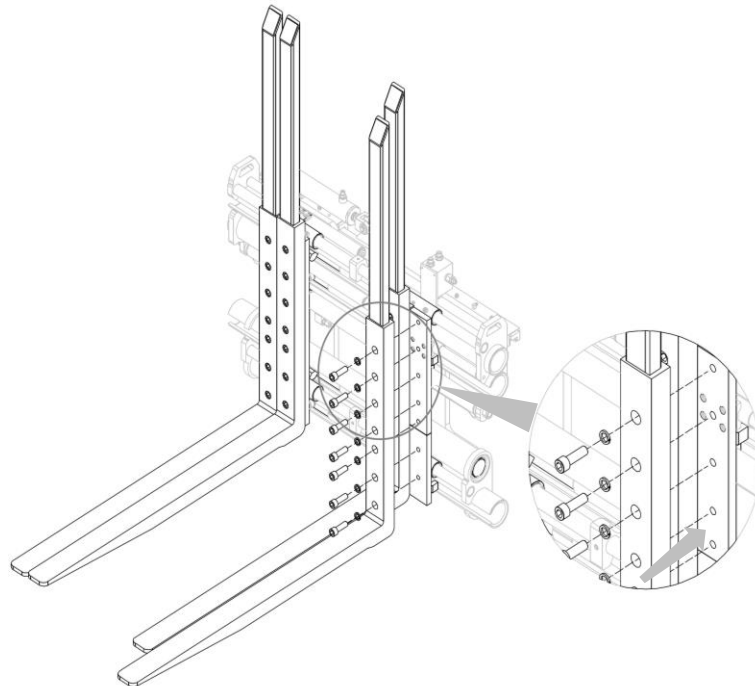

Figure 11
1. Appliquer les fourchettes sur les fourches, en serrant les vis de fixation (voir *Figure 11*).